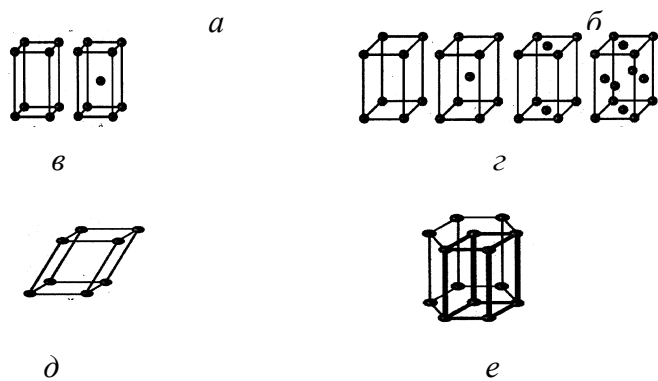

Рис.3
1.1.68. Представленная схема соответствует ромбической решетке (рис.3)...